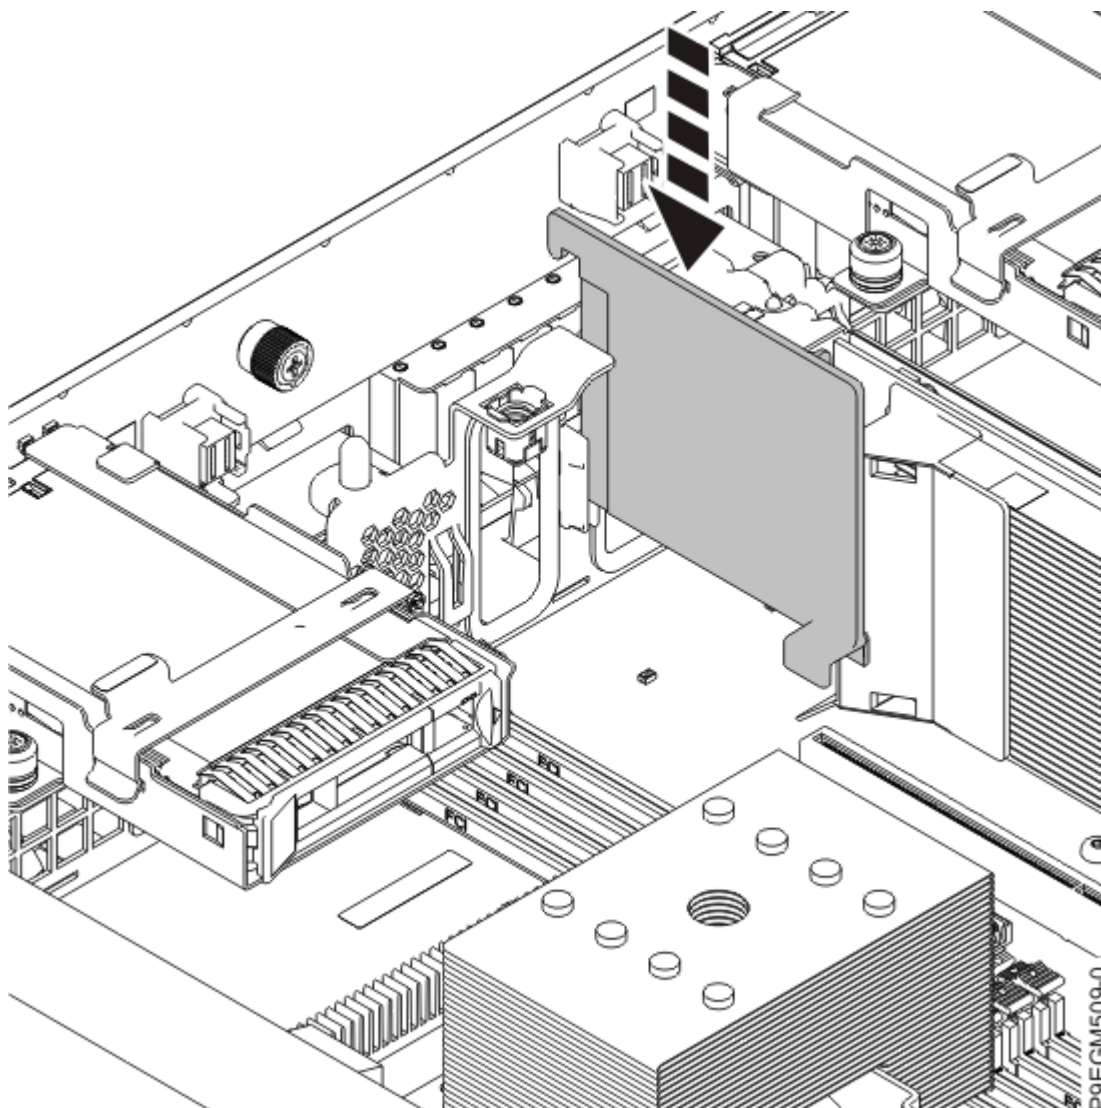

Abbildung 19. Lufttrennplatte installieren
c) Senken Sie die Lufttrennplatte ab, bis sie richtig sitzt (siehe Abbildung 19 auf Seite 25).